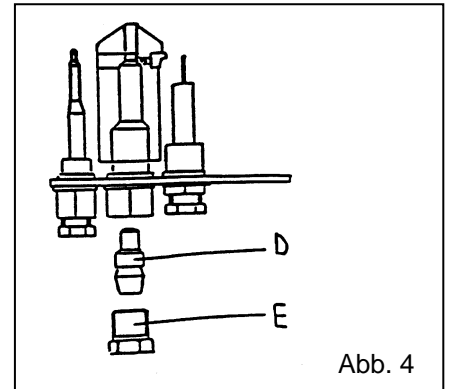

Abb. 4
5.2 Austausch der Düse des Wachflammenbrenners (Abb. 4)